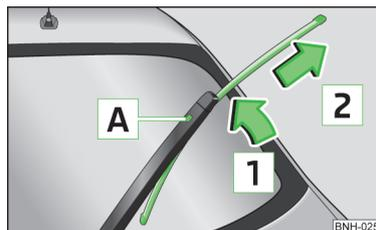

Fig. 164
- Levantar el brazo de la escobilla de la luneta trasera e inclinar la escobilla ligeramente en la dirección del brazo de la escobilla, flecha **1** » fig. 164.